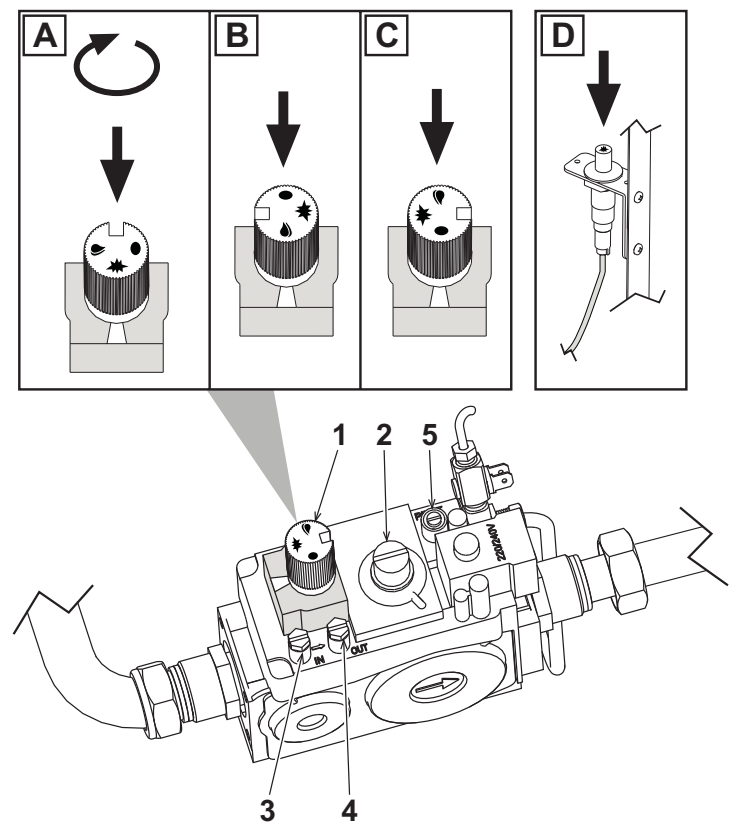
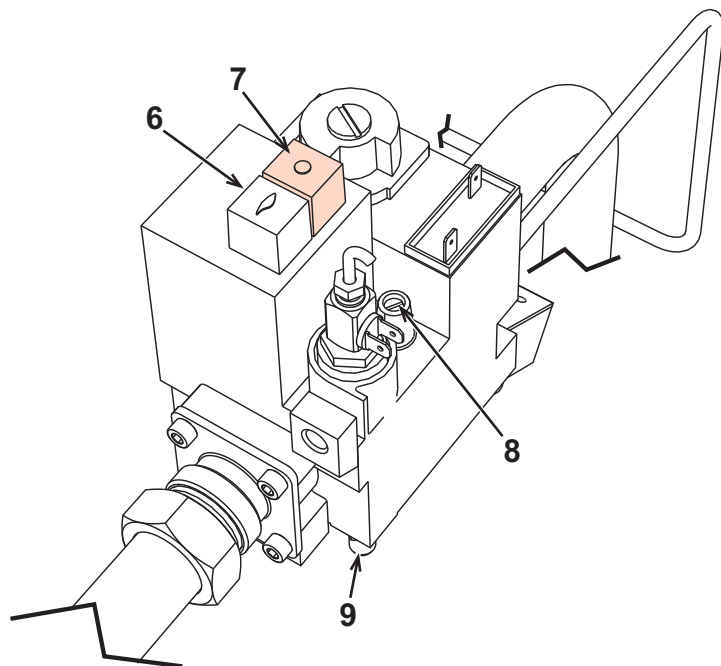

рис. 2 - Газовый клапан модели 67 T
рис. 3 - Газовый клапан для моделей 77 T, 87 T, 97 T, 107 T
- Выпустите воздух из газовых труб, открыт штуцер для измерения давления на входе в клапан "3" (рис. 2 для модели 67 T) или "9" (рис. 3 для моделей от 77 T до 107 T).
- Включите пилотную горелку путем неоднократного нажатия на кнопку пьезоэлектрического запальника "D" (рис. 2).
- После розжига пилотной горелки удерживайте нажатой ручку газового клапана "1" в рис. 2 или кнопку включения "6" в рис. 3 еще 15 - 20 секунд, затем медленно отпустите ее, проверяя, что пилотная горелка остается включенной. В противном случае подождите 30 секунд и повторите операцию розжига.
- Нажмите и удержите ручку управления "1" газового клапана в положении "B" (рис. 2).
Нажмите и удержите ручку управления "1" в положении "С" (рис. 2 для модели 67 T) или нажмите на кнопку выключения "7" (рис. 3 для моделей от 77 T до 107 T).
2. Подсоедините манометр в штуцер отбора давления "OUT" на клапане (см. деталь 4 на рис. 2).
3. Раскрутите защитный колпачок регулятор давления 2 на рис. 2.
2. С помощью винта регулировки расхода 2 на рис. 2 (поворачивая по часовой стрелке для увеличения давления и против часовой стрелки - для уменьшения) так, чтобы считываемое манометром давление соответствовало значениям в таблице 5.3.